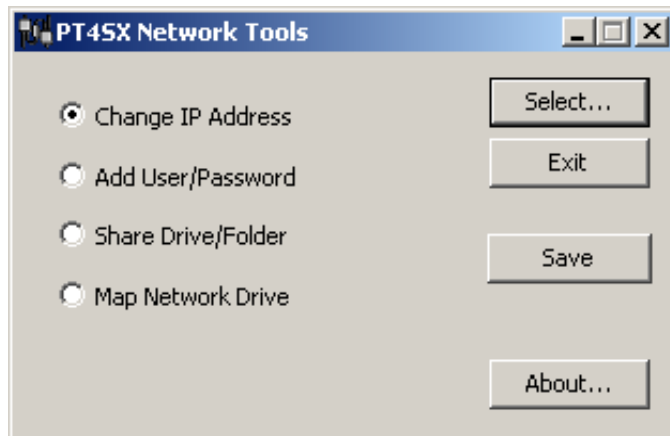

FIGURA 12.11.5
1. Presione la tecla física **SYS**, después la tecla virtual **CONFIG RED (CONFIG NET)**. Aparecerá la ventana de PT4SX Network Tools. Ver Figura 12.11.5.
6. Una vez completado el proceso, debe salvar los cambios hechos. Para hacerlo, haga clic en el botón **SAVE** en la ventana de PT4SX Network Tools. Ver Figura 12.11.5.
Existen una vasta cantidad de utilerías en la ProtoTRAK SLX para ayudar a los Administradores de Redes o usuarios con experiencia a configurar la red. Para acceder a estas utilerías, presione la tecla física **SYS** en la ProtoTRAK SLX, después presione la tecla virtual **CONFIG RED (CONFIG NET)**, esto abrirá la ventana PT4SX Network Tools. Ver Figura 12.11.5 de arriba.